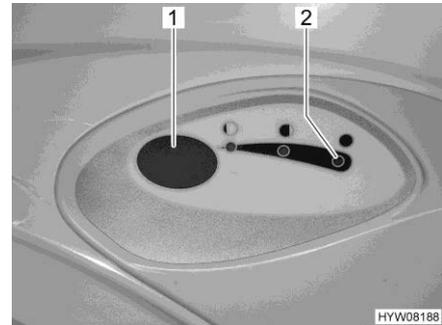

Bild 296 Spülknopf/Kontroll-Leuchte (Thetford-Toilette)
- Zum Spülen den blauen Spülknopf (Bild 296,1) drücken.
Die Kontroll-Leuchte (Bild 296,2) leuchtet, wenn der Fäkalientank entleert werden muss.